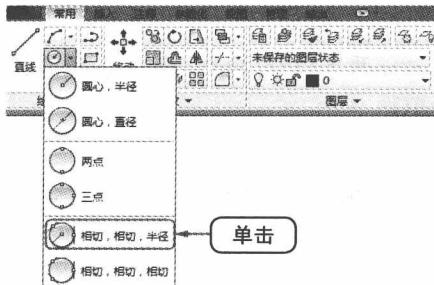

图1-8 单击【相切，相切，半径】命令
(4) 绘制相切的圆。单击【常用】选项卡【绘图】面板中的【相切，相切，半径】命令^④，如图1-8所示，分别单击半径为9mm的两个圆，然后输入半径为100mm，绘制与两圆相切半径为100mm的圆；继续使用【相切，相切，半径】命令^④，分别单击上方半径为9mm的圆与左下角半径为12mm的圆，然后输入半径为80mm，绘制与两圆相切半径为100mm的圆。